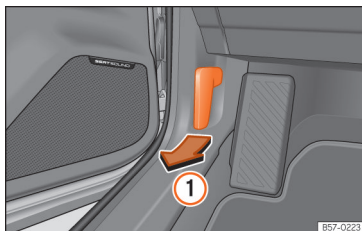

Fig. 208 Alavanca de desbloqueio no espaço para a zona dos pés do condutor.
- Abra a porta e puxe pelo manípulo que existe debaixo do painel de instrumentos »» **Fig. 208 ①**.